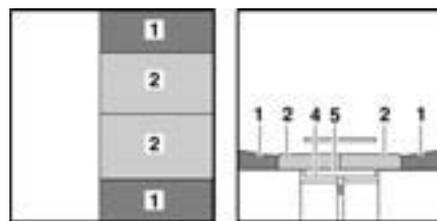

Bild 104 Nach dem Umbau
- Die Sitzpolster (Bild 104,2) zur Mitte ziehen.
- Die Rückenpolster (Bild 104,1) zwischen die Sitzpolster und die Wand legen.
- ▷ Je nach Modell muss an Stelle des zweiten Rückenpolsters (Bild 104,1) ein Zusatzpolster eingelegt werden.